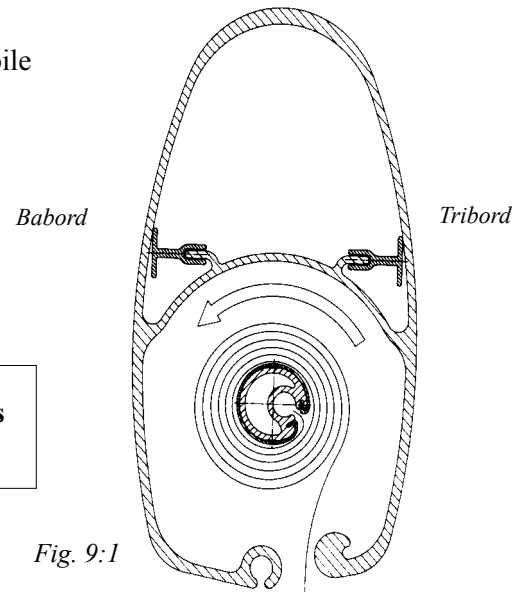

Fig. 9:1
Le profil est asymétrique, ce qui facilite l'enroulement de la voile dans une direction. Elle doit donc être enroulée dans le sens contraire des aiguilles d'une montre. On tourne le "line tender" dans le sens des aiguilles d'une montre. Voir Fig. 9:1.
1. Vérifiez que la voile est correctement enroulée dans le sens contraire des aiguilles d'une montre autour du profil. (Voir Fig. 9:1)